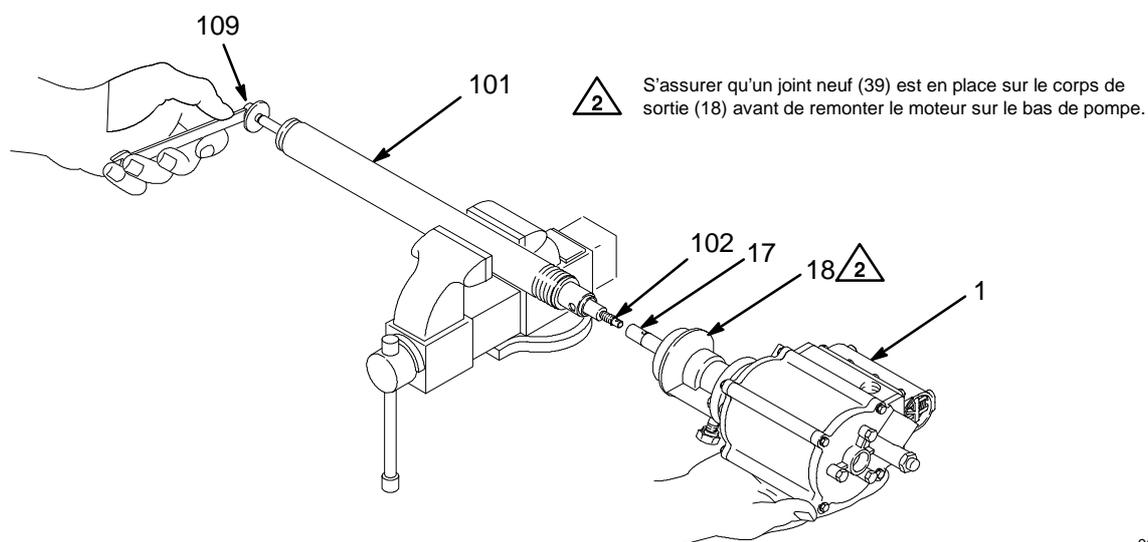

Fig. 8
6. Tenir le moteur pneumatique (1) pour l'empêcher de tomber lors de cette opération. À l'aide d'une clé enserrant l'écrou (109), dévisser la bielle (102) et la tige du bas de pompe (17) pour détacher le moteur. Voir Fig. 8.
1. Placer le bas de pompe dans un étau, les mâchoires serrant le cylindre de la pompe (101). Positionner le moteur pneumatique (1) de manière, que la tige du bas de pompe (18) attaque le filetage de la bielle (102). À l'aide d'une clé à pipe placée sur l'écrou (109), visser la bielle dans la tige du bas de pompe jusqu'à ce que les trous soient l'un en face de l'autre. Voir Fig. 8.